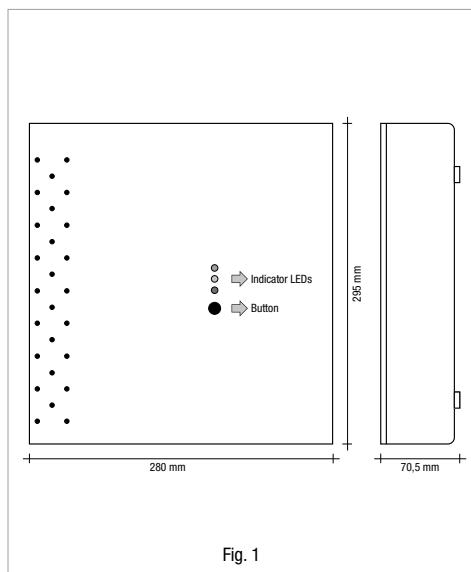

Fig. 1
- 7) Verificare che, all'accensione, tutti i LED di segnalazione (fig. 1) lampeggino per 2 secondi, e successivamente si accenda il LED verde in modalità lampeggiante. NOTA: all'accensione, l'eventuale segnalazione acustica di 3 beep indica l'errato posizionamento del verso del TA. In questo caso sarà necessario spegnere Power Reducer e ruotare il TA di 180 gradi.
- 8) Azionare la modalità Boost mediante la pressione del pulsante del Power Reducer (v. fig. 1)
- 7) When the device is powered-up, check that all of the indicator Leds (fig. 1) blink for 2 seconds, and that the green Led then lights up in blink mode. NOTE: if a sequence of 3 beeps is heard at power-up, this means that the CT is positioned the wrong way round. Accordingly, switch off the Power Reducer and turn the CT through 180 degrees.
- 8) Select Boost mode by pressing the button on the Power Reducer (see fig. 1)
- 7) Vérifiez qu'à l'allumage toutes les LEDs de signalisation (fig. 1) clignotent pendant 2 secondes, et qu'ensuite la LED verte s'allume en mode clignotant. REMARQUE : si un signal sonore de 3 bips retentit lors de l'allumage, cela indique que le TI est dans le mauvais sens. Dans ce cas, il faudra éteindre Power Reducer et faire pivoter le TI de 180 degrés.
- 8) Activez le mode Boost en appuyant sur la touche du Power Reducer (cf. fig. 1)